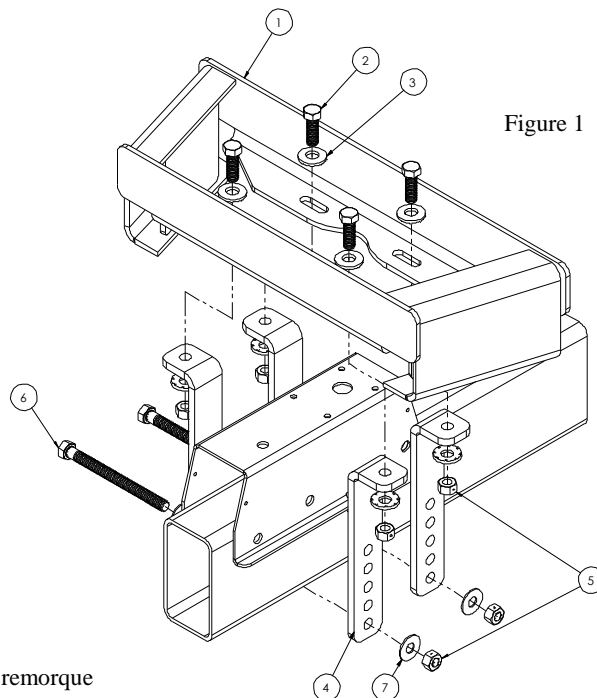

Figure 1
①	Qté (1)	Traverse	⑤	Qté (6)	Contre-écrou hexagonal, 1/2-13
②	Qté (4)	Boulon hexagonal, 1/2-13 x 1.50 Lg. GR5	⑥	Qté (2)	Boulon hexagonal, 1/2 - 13 x 6.00 Lg. GR5
③	Qté (8)	Rondelle conique dentée, 1/2	⑦	Qté (4)	Rondelle plate, 1/2
④	Qté (2)	Cornière
**APPLICATION :** Cet adaptateur est destiné à servir de plateforme de montage pour utilisation avec les articles de Cequent Towing Products suivants : barre ronde répartitrice de charge (Weight Distributing Round bar), barre à tourillon (carrée) (Trunnion bar) ou ensembles Pro Series SC WD jusqu'à une capacité de poids maximal au timon de 1 400 livres (635 kg) comme le montre la figure 1. Si pôle tongue adaptateur est utilisé comme figure 2-poids remorque maximale de 12 000 livres (5443 kg) avec un poids de langue maternelle max de 1 200 livres (544 kg).
- Centrez la traverse (1) sur la flèche de remorque à environ 29 po vers l'arrière à partir du centre du coupleur. Cette distance variera selon le modèle de système WD utilisé.
- Fixer sans trop serrer deux (2) cornières (article 4) à la traverse à l'aide de boulons hex. 1/2" x 1.50 et leurs rondelles coniques dentées et contre-écrous hexagonaux, comme illustré.
- Faire glisser les cornières (article 4) fermement contre le côté de la flèche de remorque. Serrer tous les quatre (4) boulons hex. 1/2 x 1.50.